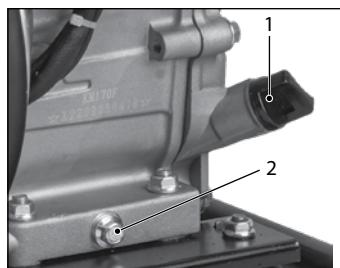

Рис. 25
1. Открутите крышку маслозаливной горловины 1 (рис. 25) и положите ее на чистую поверхность.
2. Чтобы слить масло из масляного картера, используйте специальный шприц-отсос. Либо открутите сливную пробку 2 (рис. 25), наклоните устройство и слейте масло в заранее подготовленную емкость.